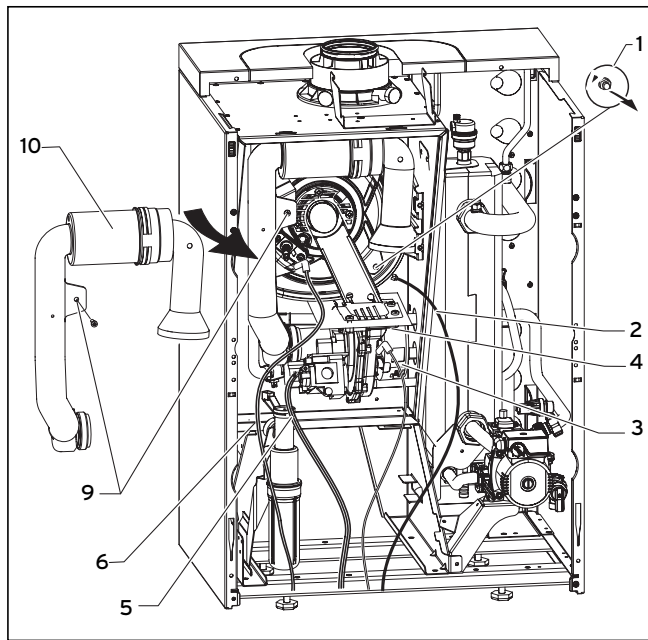

Fig. 8.9 Montaggio del modulo del bruciatore
**Legenda (fig. 8.9):**
- Spingere il modulo del bruciatore (4) nello scambiatore termico a condensazione integrale.
- Serrare in croce i quattro dadi (1).